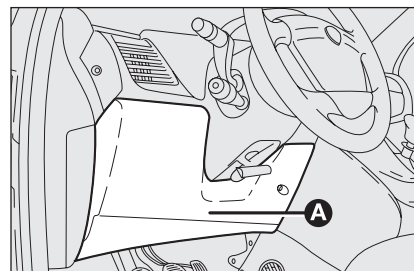

fig. 38
Pour accéder à la centrale porte-fusibles sur la planche de bord, il faut enlever la protection en plastique **A**-fig. 38.
- Fusible à 20A pour amplificateur audio extérieur (Hi-Fi Bose), installé près de la centrale planche (accessible en enlevant la protection en plastique **A-fig. 38**);
- Fusible à 20A pour le toit ouvrant, installé près de la centrale planche (accessible en enlevant la protection en plastique **A-fig. 38**);